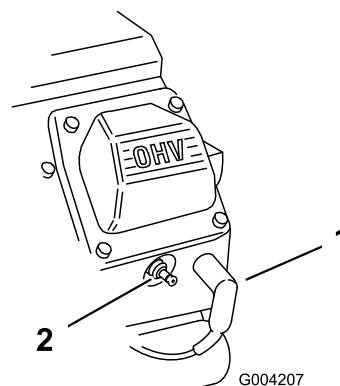

Figura 38
3. Desconecte los cables de las bujías (Figura 38).
3. Conecte los cables a las bujías (Figura 38).